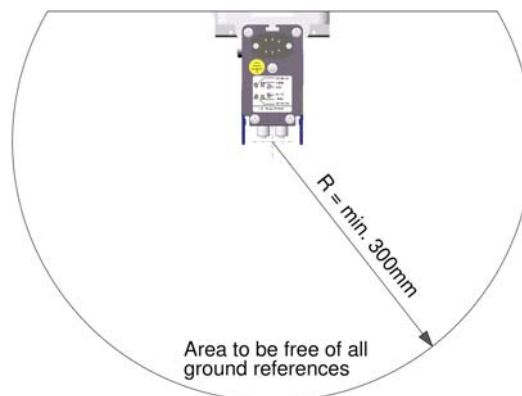

Abbildung 2
- Die Mindestabstände finden Sie in Abbildung 2.